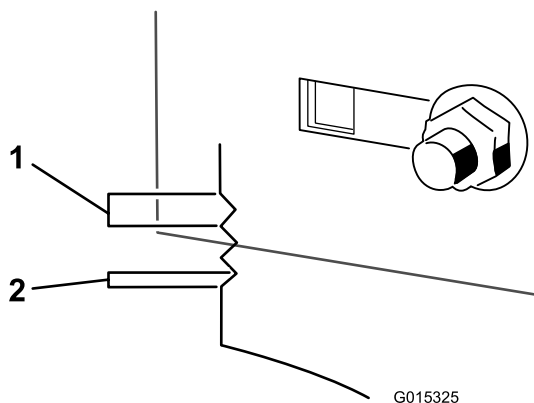

Figura 52
- Utilize os entalhes no suporte soldado para medir a quantidade de ajuste. Cada superfície de entalhe é equivalente a 0,25 polegadas, enquanto que um só lado tem 0,125 polegadas (Figura 52). Ajuste a altura da plataforma de corte para a altura desejada.